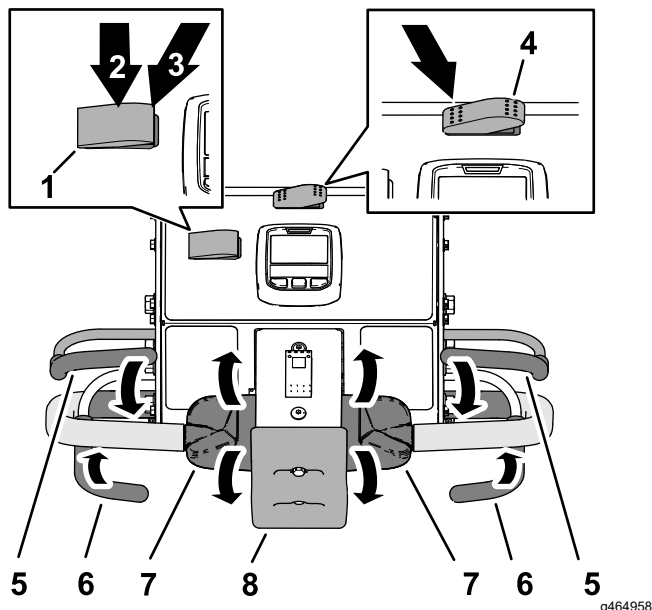

図 82
1. 移動走行・エアレーション切り替えスイッチをエアレーション位置にする 図 82。